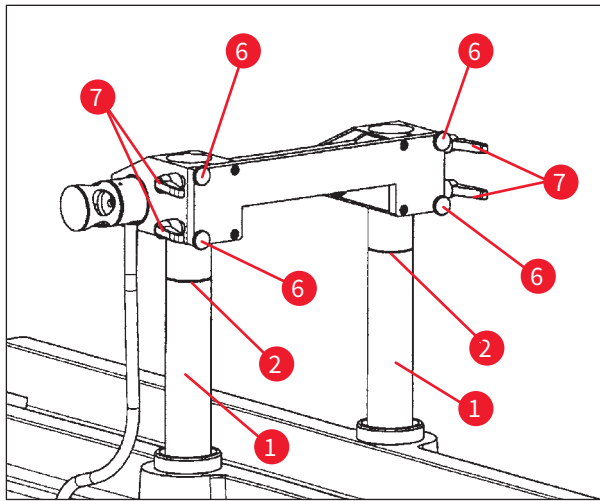

图 85
- 定位刀架, 使支撑柱凹槽 (→ 图 83-2) 的上边缘位于 100 mm 位置处, 或一直到顶端的 200 mm 位置处, 请参见 (→ 图 85)。
- 定位刀架, 使上边缘处于支撑柱最顶端的 200mm 位置 (→ 图 85)。
- 这需要将支撑柱返回最高位置 (→ 图 85), 并如章节 (→ 第 74 页 — 7.10.3 刀架高度调节) 所述, 将刀架调节至 100mm 位置。